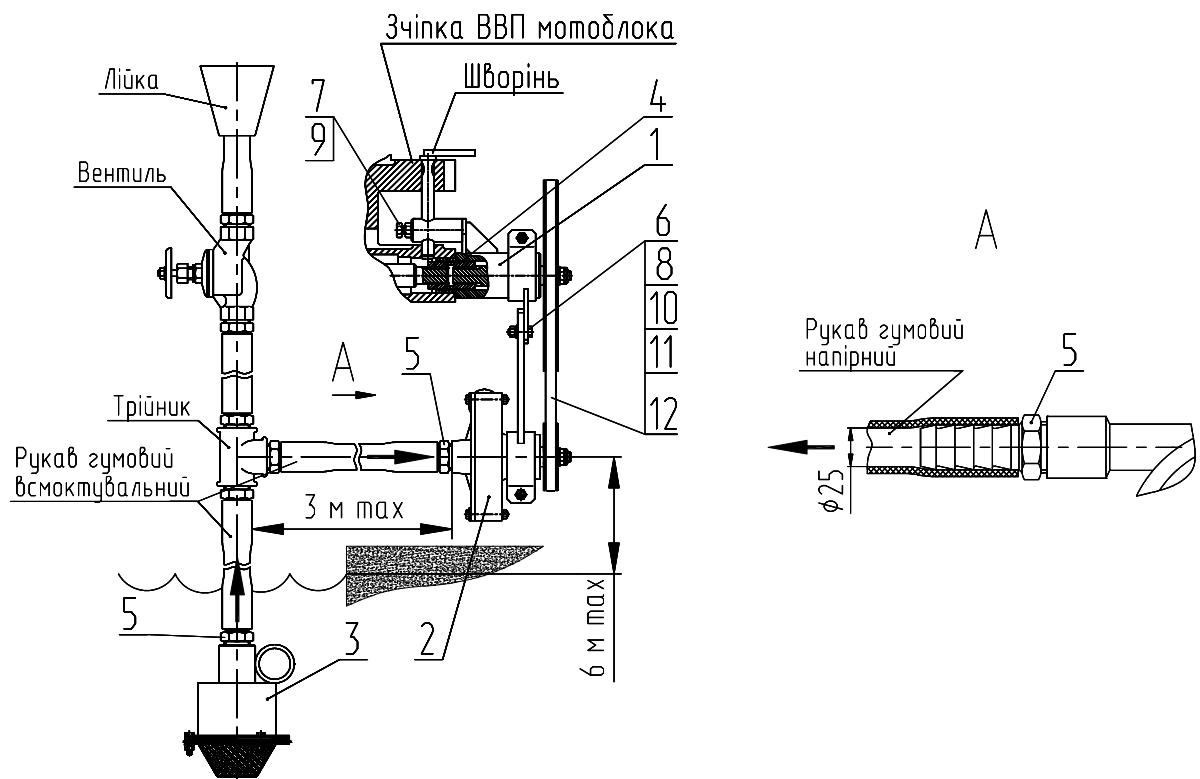

Рис. 2 Схема установки насоса для подачи воды (рабочее положение)
5.1 Основні частини виробу: зчіпка-привід, насос, фільтр показані на рис. 2.
5.4 Фільтр 3 (див. рис. 2) складається з металевого корпусу та фільтруючої сітки. На вихідній горловині корпусу приварене вухо, яке призначене для закріплення страховки (шнура), що дозволяє розмістити фільтр у верхньому шарі води. Це необхідно для забору найбільш чистого шару води та зменшення висоти всмоктування, що в свою чергу подовжить термін експлуатування виробу та зменшить вірогідність поломок під час експлуатування. Фільтр обладнаний впускним клапаном, який пропускає воду в одному напрямку.
6.3 Виконати часткове збирання насосу відповідно до рис. 2:
6.4 Монтажна схема, що рекомендується, представлена на рис. 2.
- відпустити гайку 9 і болт 7 (рис. 2), вийняти шворінь і від'єднати зчіпку-привід 1 насоса від зчіпки мотоблока;
7.6 При встановленні насоса не над водоймищем, а на деякій віддалі, відстань від всмоктувального патрубка до насоса (по горизонталі) не повинна перевищувати 3 м, рис. 2.